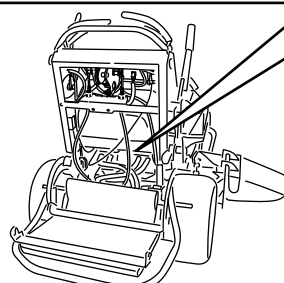

Figura 27
3. Abra las válvulas de desvío de ambas bombas girándolas 1 o 2 vueltas en el sentido contrario a las agujas del reloj (Figura 27).